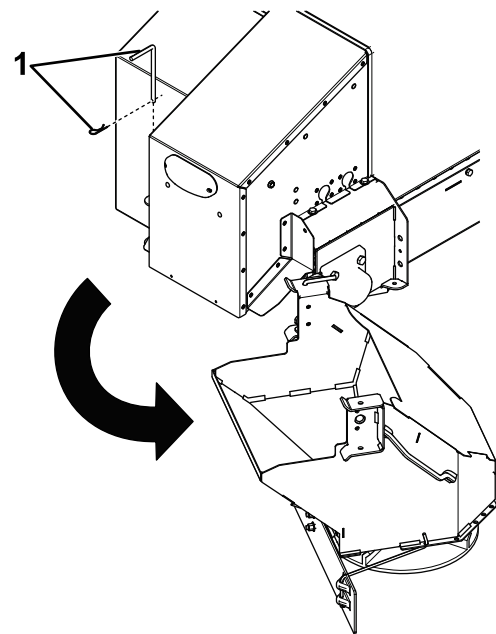

Figure 23
3. Déposez la goupille fendue et de verrouillage gauche du distributeur (Figure 23).
4. Écartez le distributeur de l'ouverture de la trémie (Figure 23).